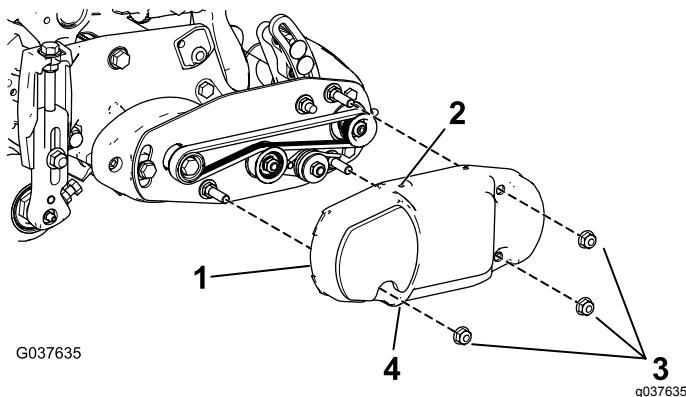

Figura 17
2. Coloque la cubierta de la correa sobre los pernos de montaje y sujetela con 3 tuercas con arandela prensada (Figura 17).